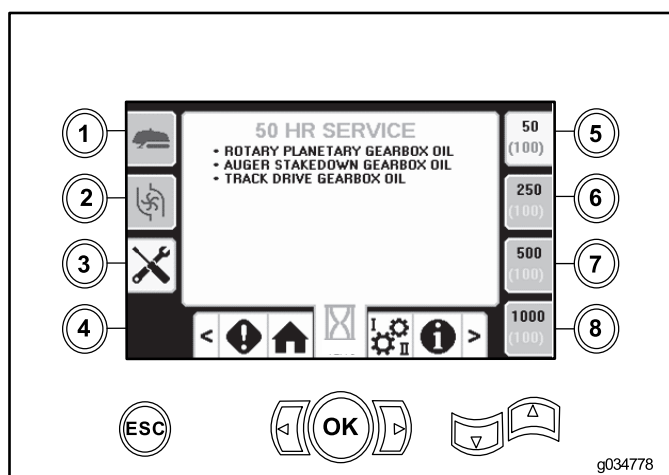

Figura 6
- Botão 5 – programação de manutenção de 50 horas (Figura 6)